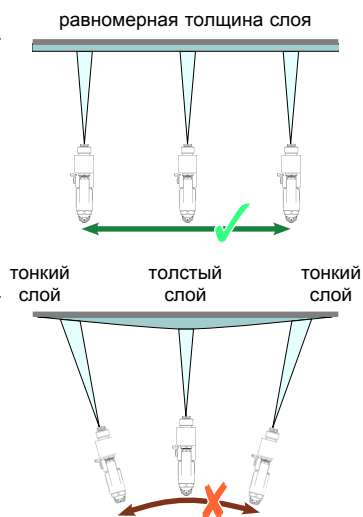

Рис. 11: Ведение пистолета-распылителя
- ▶ Следите за равномерной скоростью и ведите пистолет-распылитель параллельно поверхности, на которую наносится покрытие. Влияние пистолетом-распылителем ведет к неравномерному нанесению покрытия (см. Рис. 11).